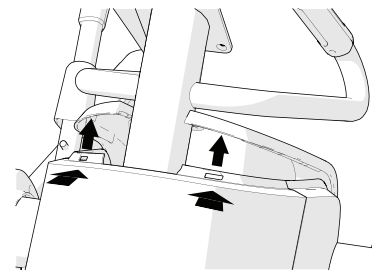

Рисунок 10
2. Протяните палец сквозь отверстие влагоизоляции и под передний край верхней крышки. Оттягивая верхнюю крышку, легко постучите ладонью под нижним краем, чтобы снять ее (см. рисунок 10). Повторите эти действия, чтобы освободить вторую сторону верхней крышки.